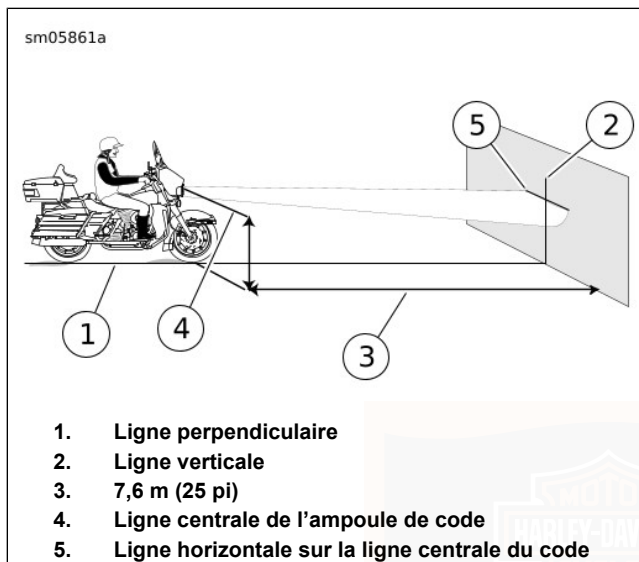

Figure 75. Alignement du phare : Type à DÉL
- b. **DÉL** : Voir Figure 75. À la ligne centrale du **code**.
- b. **DÉL** : Voir Figure 75. Sommet de la tache lumineuse sur le repère avec le phare réglé sur le **code**.